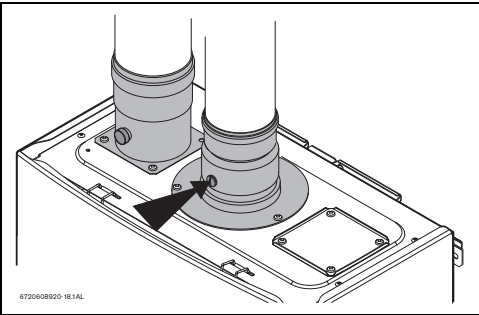

Fig. 51 Ponto de medição
- ▶ Retirar o parafuso do acessório de exaustão, ver Fig. 51.